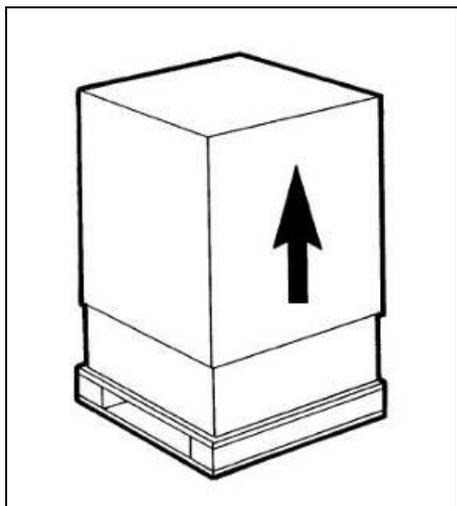

Fig. 18
a) Después de quitar el embalaje **guarde todos sus elementos para el almacenamiento invernal** y asegúrese de lo íntegro del equipo (fig.18).